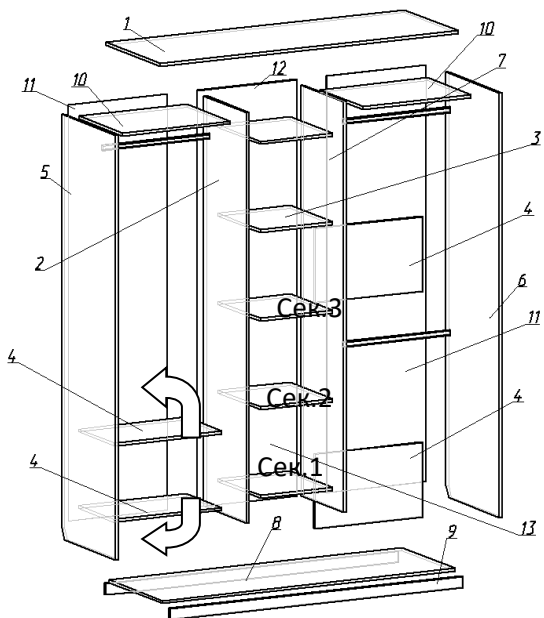

Рис.1 Схема сборки
4. Детали 2,5,6,7 стянуть между собой деталями 1,3,4,8,9,10 с помощью евроинтов 7x50, предварительно досверлив насквозь необходимые отверстия. **ВНИМАНИЕ: При необходимости увеличения внутреннего пространства шкафа детали 4 могут трансформироваться в ребра жесткости (поворот деталей по стрелкам см.Рис.1), для этого имеются дополнительные отверстия.**